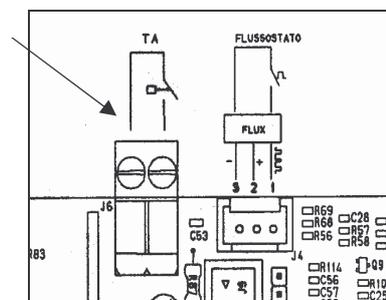

Fig. 2-17.2
- con cacciavite a taglio piccolo svitare i due morsetti del connettore J6. (Vedi fig2-17.2)